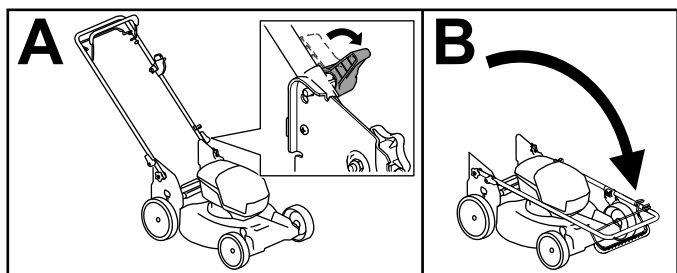

Figura 17
4. Disinserite i fermi della stegola finché non riuscite a muovere liberamente la stegola superiore (A della Figura 17).
5. Piegate la stegola in avanti, in posizione completamente in avanti (B della Figura 17).
6. Per aprire la stegola, ripetete il passaggio A della Figura 17 e piegate la stegola in posizione operativa.